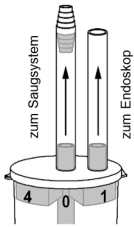

Abb. 1
1. Tilslut slangen fra den midterste tilslutning på fælden til sugesystemet (Fig. 1).
2. Tilslut det ydre stik til endoskopet (Fig. 1).